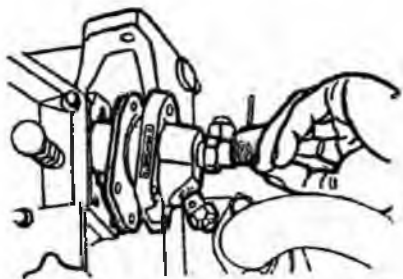

рис. 10
**а.)** Аккуратно поворачивайте маховик в рабочем направлении вращения до тех пор, пока топливо не начнет вытекать из открытого конца топливной магистрали; проверьте, совпадает ли метка на бачке с меткой на краю маховика в пределах 20–24° от верхней мертвой точки. В случае несовпадения требуется регулировка (Рис. 10).